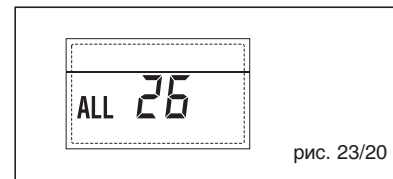

рис. 23/20
**– НЕПОЛАДКА СООТВЕТСТВИЕ СОЛНЕЧНОГО НАБОРА “ТРЕВ 27” (рис. 23/21)**